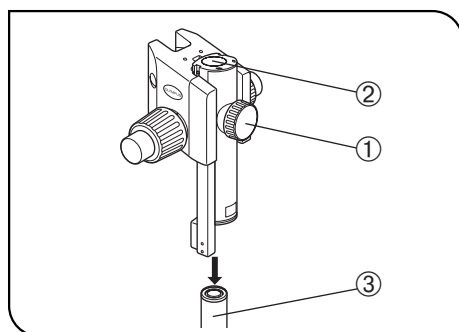

Fig. 16
2 Montering af fokuseringsenheden (fig. 16 og 17)
(fig. 16 og 17)
1. Løsn fokuseringsenhedens låseskrue ① helt, og, mens du holder fokuseringsenheden med begge hænder, isæt søjlen ③ i monteringshullet ② nedefra (fig. 16).
2. Sænk fokuseringsenheden indtil stop, spænd derefter fokuseringsenhedens låseskrue ① (fig. 16).
★ Hvis låseskruen ① spændes, mens søjlen ③ ikke er helt isat i monteringshullet ②, vil pladens fjeder, der understøtter søjlen, blive deform, og søjlen vil ikke kunne komme ind i hullet (fig. 16).